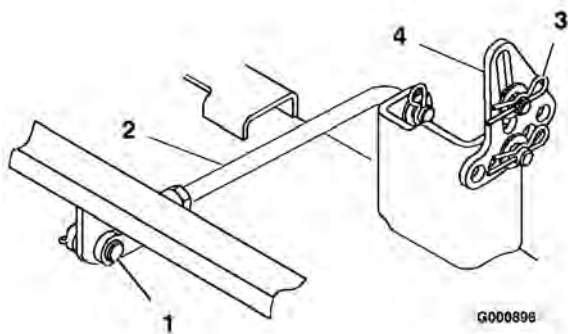

Bild 51
6. Entfernen Sie den Splint und den Lastösenbolzen von den hinteren Drehzapfenstangen (Bild 51) an beiden Mähwerkseiten.
(Bild 51). Merken Sie sich das Loch, in dem die Nivellierhalterung befestigt ist, für den Wiederausbau. Schieben Sie die Bügel vom Montagestift herunter.
6. Befestigen Sie die hintere Drehzapfenstange mit dem Splint und dem Lastösenbolzen an jeder Seite des Mähwerks am Traktor (Bild 51).
7. Schieben Sie die Nivellierhalterungen auf die Befestigungsstifte und befestigen Sie die Halterungen mit den Scheiben und Splints ab (Bild 51).